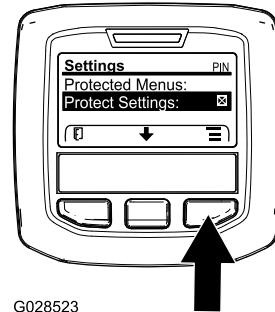

Figure 8
- Depuis le MENU PRINCIPAL, utilisez le bouton central pour naviguer jusqu'au MENU RÉGLAGES et appuyez sur le bouton droit (Figure 8).